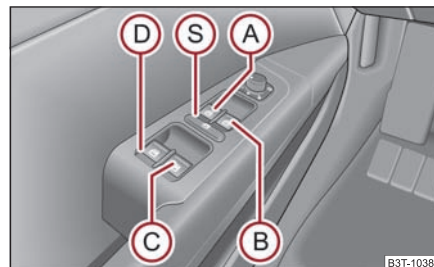

Abb. 50 Tasten in der Fahrertür
Die Schalter für die einzelnen Fenster befinden sich in der Armlehne des Fahrers ⇒ Seite 55, Abb. 50, Beifahrers und in den hinteren Türen ⇒ Abb. 51.
Sie können durch Drücken des Sicherheitsschalters (S) ⇒ Seite 55, Abb. 50 die Schalter der Fensterheber in den hinteren Türen außer Funktion setzen. Durch wiederholtes Drücken des Sicherheitsschalters (S) sind die Tasten der Fensterheber in den hinteren Türen wieder in Funktion.
- Werden auf den Rücksitzen Kinder befördert, wird empfohlen, die elektrischen Fensterheber der hinteren Türen außer Funktion zu setzen (Sicherheitsschalter) (S) ⇒ Seite 55, Abb. 50.